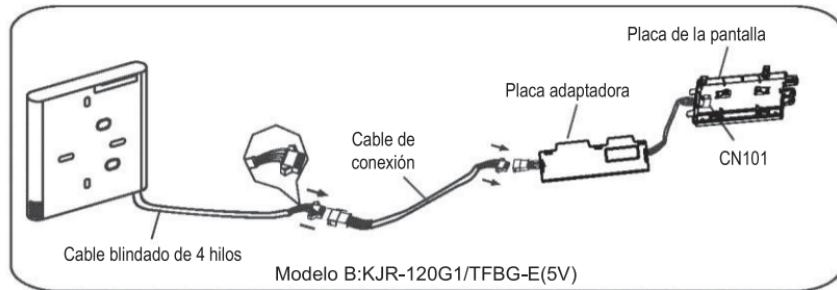

Fig 3-3(B)
- Conecte el conector hembra de la placa adaptadora con el conector macho del grupo de cables. A continuación conecte el otro extremo de la placa adaptadora con la placa de la pantalla. (Vea la Fig.3-3(B))
- Conecte el conector del otro extremo del grupo de cables con el conector macho del mando de pared. (Vea la Fig.3-3(B))